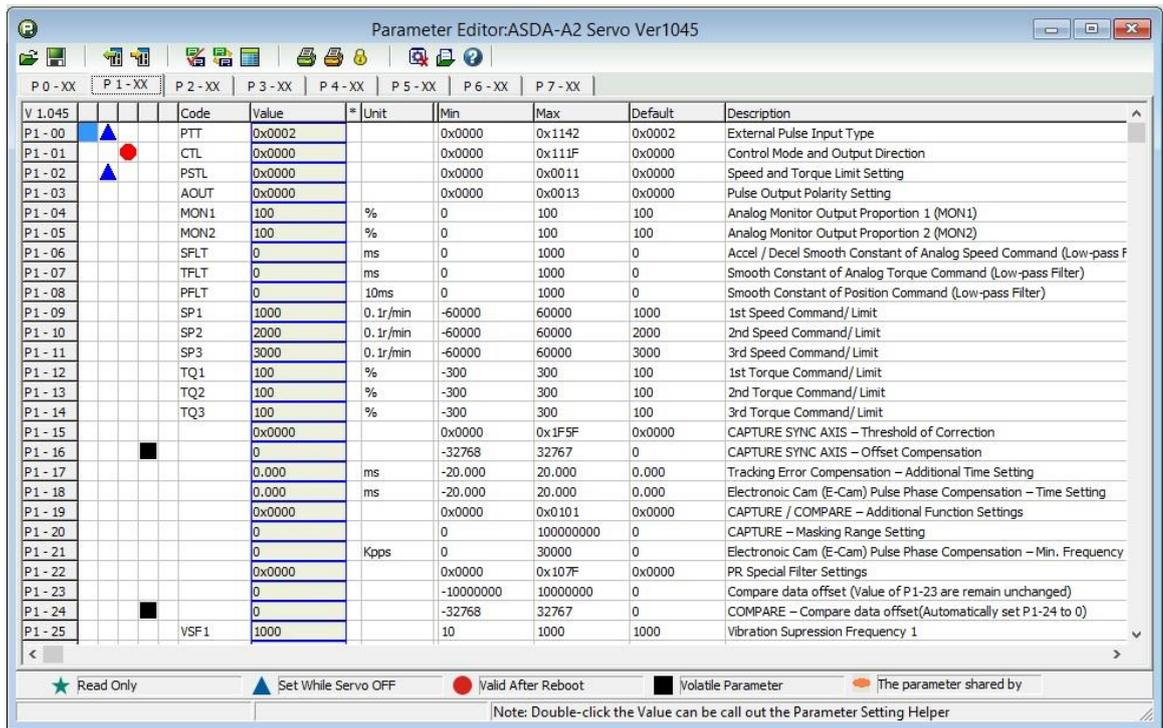

Рис. 42. Окно установки параметров
- меню программируемых параметров. При нажатии на кнопку вызывается окно, содержащее вкладки, соответствующие 7 группам меню преобразователя ASD-A2 (рис. 42). Здесь можно редактировать параметры, считывать и записывать их в преобразователь, сохранять конфигурацию параметров;
Установка необходимых параметров меню сервопреобразователя осуществляется из окна, показанного на рис. 42: